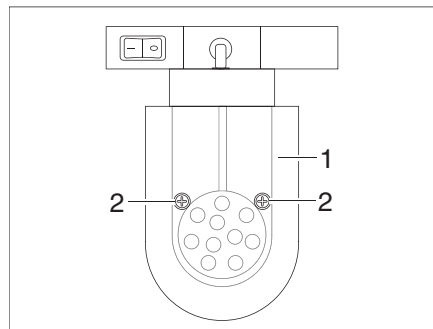

Bild 313 LED-spotlight (förskjutningsbar)
- Lossa fästskruvarna (Bild 313,2).
- Ta försiktigt bort lampglaset (Bild 313,1).